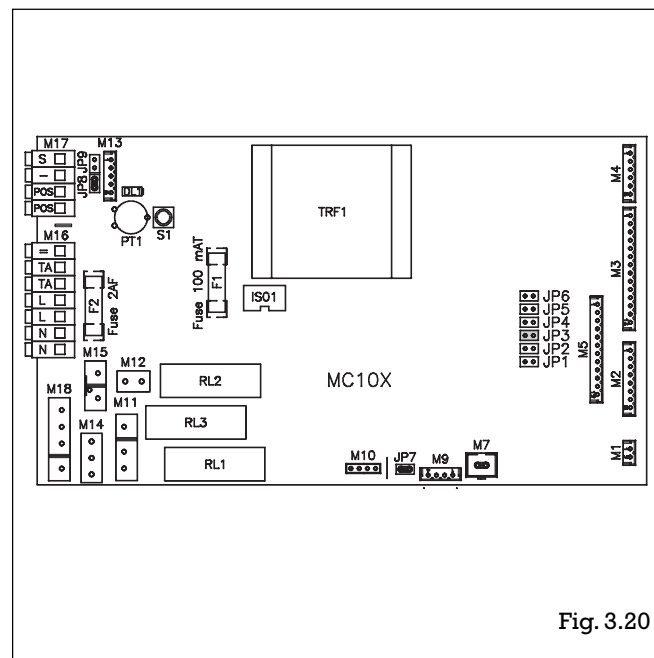

Fig. 3.20
- dans le cas d'une transformation au GPL démonter le grand capot de protection électrique du tableau de commande et retirer le shunt JP3 (Fig. 3.20).
- presser le bouton S1 placé à côté du shunt (fig. 3.20): allumage d'un voyant rouge clignotant;